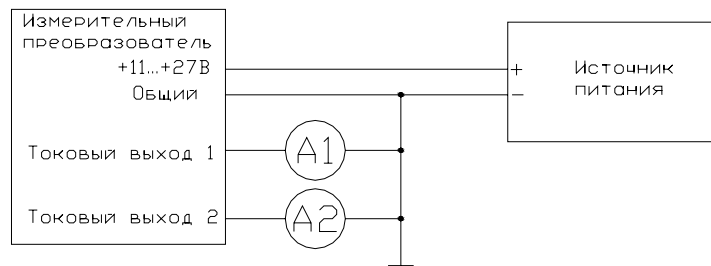

Рис.10. Схема подключения преобразователя ДВ2ТТ20-А
Подключение преобразователя осуществляется по четырем проводам - по одной паре подается напряжение питания (цепи - и +), по другой осуществляется съем токовых выходных сигналов. Схема подключения преобразователя приведена на рис.10.
2) подключите преобразователь к источнику питания 15 В и амперметру В7-38 как показано на рис.10;
1) подключите преобразователь к источнику питания 15В и амперметру В7-38 как показано на рис.10;